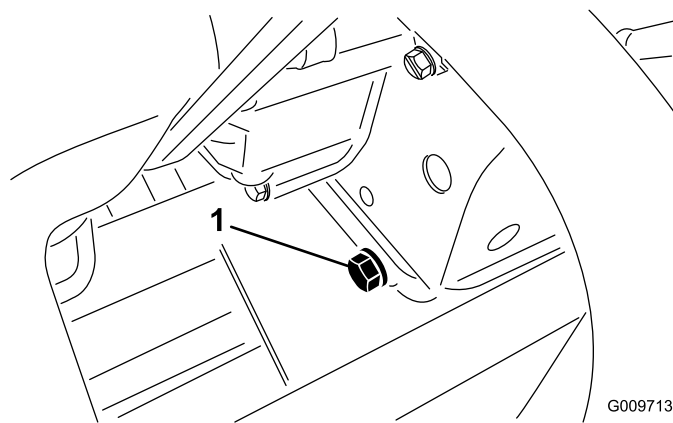

Figura 55
2. Retire el tapón de vaciado (Figura 55) y deje fluir el aceite a un recipiente apropiado.